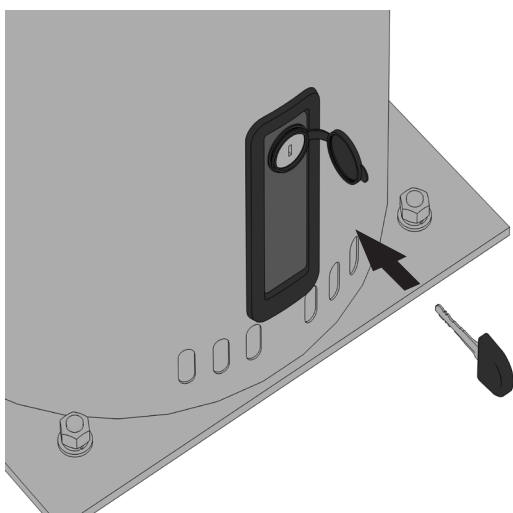

Рис. 5
1. Вставьте ключ в замок (рис. 5).